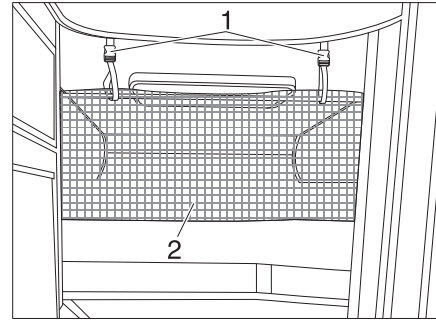

Fig. 134 Filet de sécurité
Le filet de sécurité (Fig. 134,2) de série est rangé entre le matelas et le sommier à lattes. Ne tendre le filet de sécurité qu'une fois que la personne se trouve dans le lit.
- Faire s'enclencher les sangles de retenue (Fig. 134,1) dans les œillets du plafond.